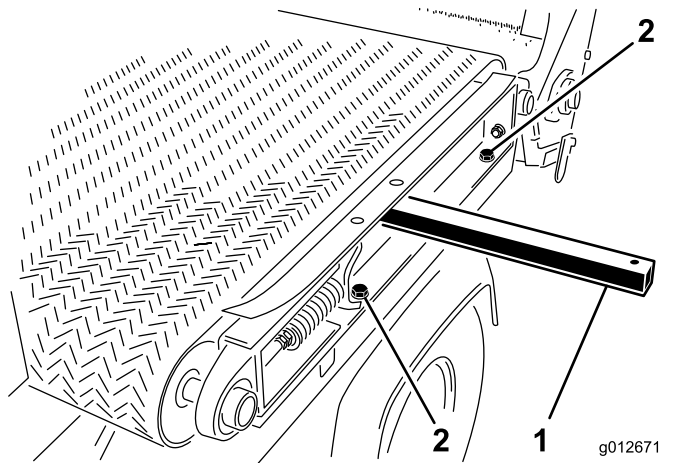

Figura 30
1. A la izquierda de la máquina, monte el travesaño del bastidor deslizante en el guardabarros izquierdo (Figura 30) con los 2 tornillos y las 2 arandelas que retiró en Desmontaje de la plataforma deslizante \(página 24\) y apriete los tornillos.